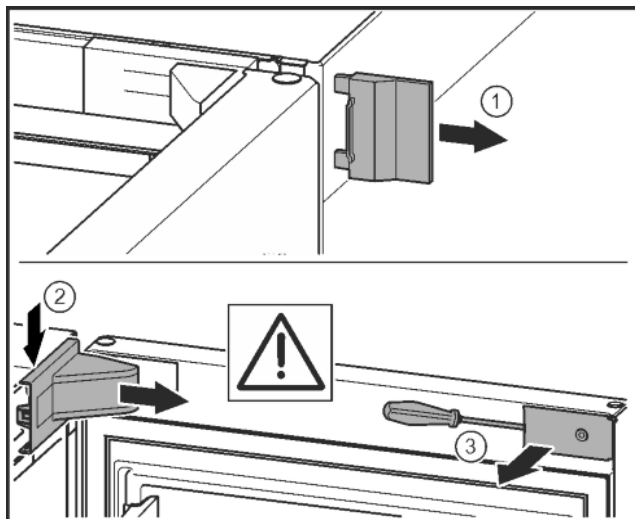

Fig. 8
- Снять внешнюю крышку. Fig. 8 (1)
- При помощи отвёртки освободить крышку опорного кронштейна и отсоединить. Снять крышку опорного кронштейна. Fig. 8 (2)
- Шлицевой отвёрткой вывести накладку из зацепления и отвести в сторону. Fig. 8 (3)